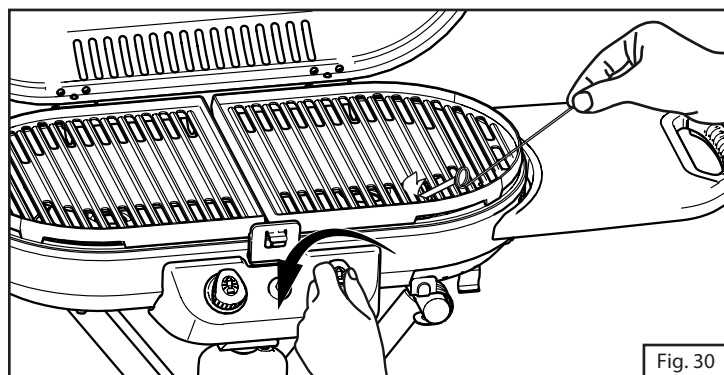

Fig. 30
- Encienda el fósforo de madera largo (o use la extensión para fósforos o un encendedor de butano con extensión) y colóquelo a través de los espacios de las rejillas de la parrilla cerca de los orificios del quemador. (Fig. 30)